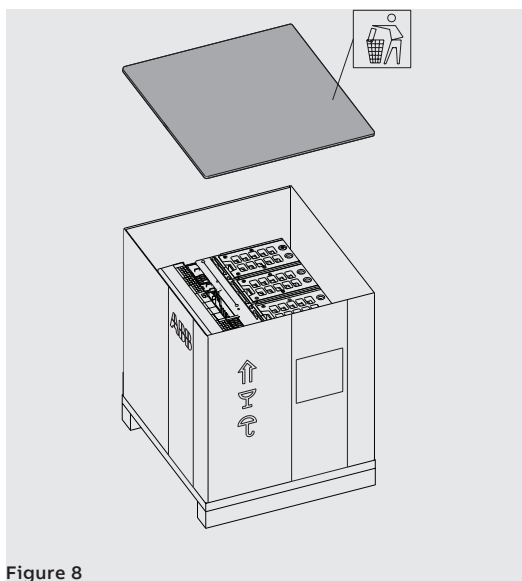

Figure 8
2. Ouvrir la partie supérieure du carton d'emballage. Voir Figure 8.